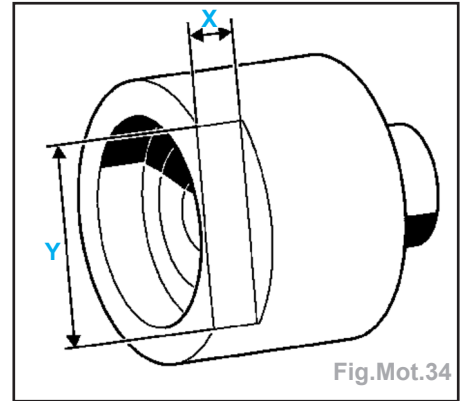

Fig.Mot.34
- Reposer un bouchon de moyeu de pompe neuf à l'aide de l'outil **Mot.1503** en l'ayant modifié au préalable (X= 17 mm et Y = 40 mm) (Fig.Mot.34).